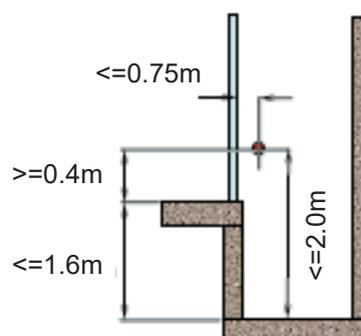

Abbildung 8.1: Platzierung der Stopp-Taste wenn die Grube $\leq 1,6m$
- 8.1 Wenn die Schachtgrube flacher als 1,6 m ist (Abbildung 8.1 unten links):